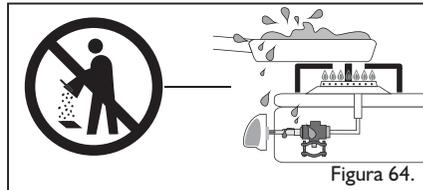

Figura 64.
- Las válvulas deben permanecer en su interior limpias de grasas y derrames originados por la cocción de alimentos. El depósito de residuos puede afectar el buen funcionamiento de las mismas (Ver figura 64).